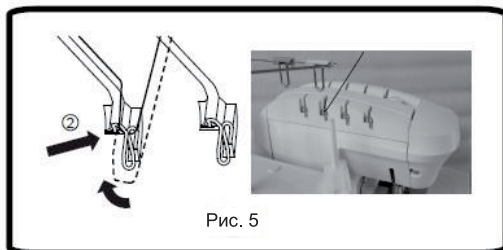

Рис. 5
5. Заправьте нитенаправитель на верхней крышке, потянув нить вниз, пока она не скользнет под нитенаправитель (Рис. 5).